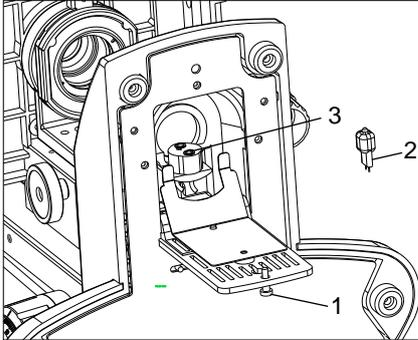

Fig. 2
1. Tirare la manopola di blocco (1) sul fondo per aprire lampada alloggi porta (fig. 2).
2. Tenere la lampadina alogena (2) senza tener fuori dal sacchetto di polietilene in modo da non macchia la lampadina con le impronte digitali e premere il bulbo in appositi fori sulla tasca (3). Dopo il collegamento, rimuovere il sacchetto di polietilene.